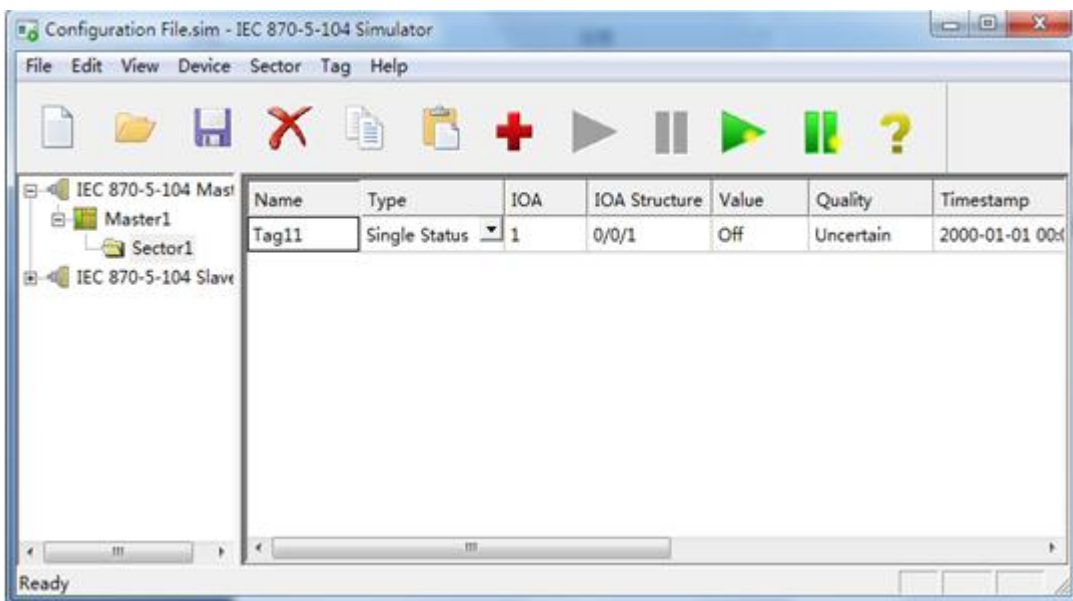

图 5-5 IEC 客户端访问
(5) 改变 OPC 服务器 Channel\_4.Device\_5.Tag\_1 的值为 0，可看到 IEC 中遥信变量地址为 0 的数据也由 on 变为 off，如图 5-5 所示。